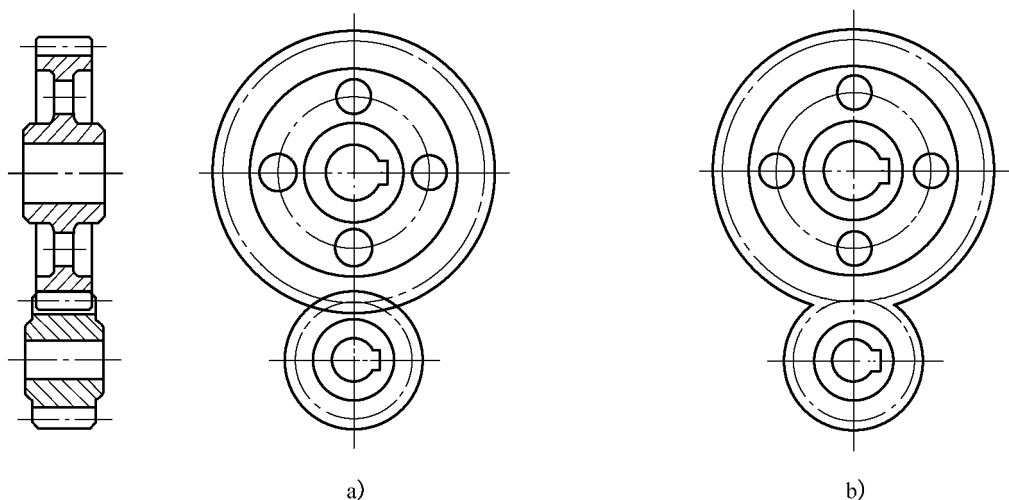

图 9 圆柱齿轮副的啮合画法——外啮合(一)
- 4.3 在圆柱齿轮啮合、齿轮齿条啮合和锥齿轮的剖视图中,当剖切平面通过两啮合齿轮的轴线时,在啮合区内,将一个齿轮的轮齿用粗实线绘制,另一个齿轮的轮齿被遮挡的部分用虚线绘制(图 9、图 11、图 16、图 18);也可省略不画(图 12、图 13、图 17)。